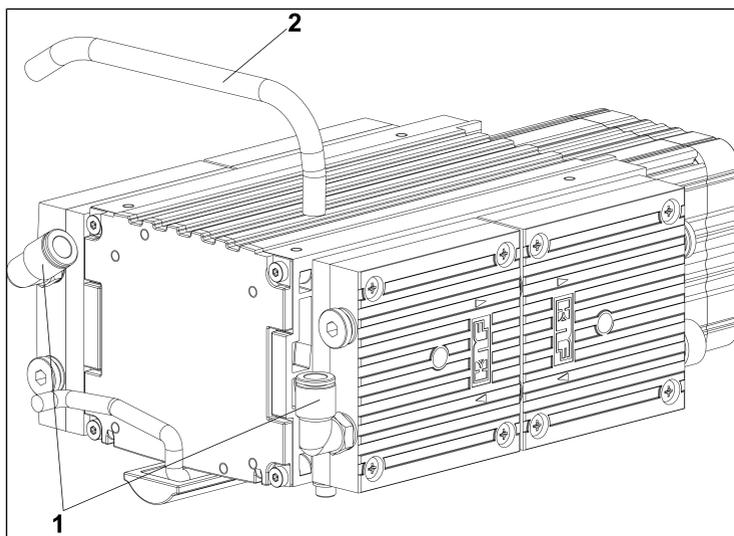

*Fig.6: Démontage du corps de pompe*
1. Desserrez les vis (1/Fig. 6, 3, 5 et 7) et démontez les pièces du corps de pompe (2/Fig. 6, 4, 6 et 8).
1. Placez les pièces du corps de pompe (2/ Fig. 6, 4, 6 et 8) sur la pompe et serrez les vis (1/ Fig. 6, 3, 5 et 7).